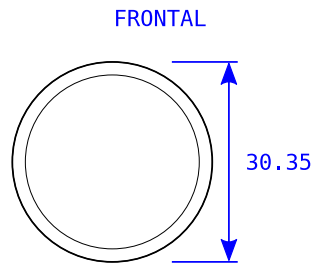

Figura 1: Datos del círculo
- Dado el círculo de la figura 1, calcular la fórmula del área en función de su diámetro.